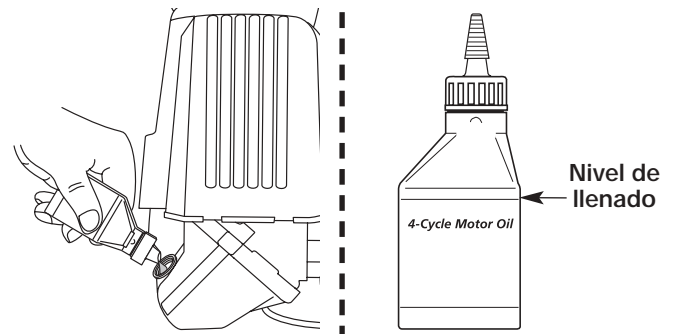

Fig. 60
**NOTA:** Use la botella y la boquilla que guardó del uso inicial para medir la cantidad correcta. El nivel de 100 ml (3,4 onzas) está aproximadamente en la parte superior de la etiqueta de la botella (Fig. 60). Mida el nivel con la varilla de medición. Si el nivel está bajo, agregue una pequeña cantidad de aceite y vuelva a medir (Fig. 60). No lo llene demasiado.